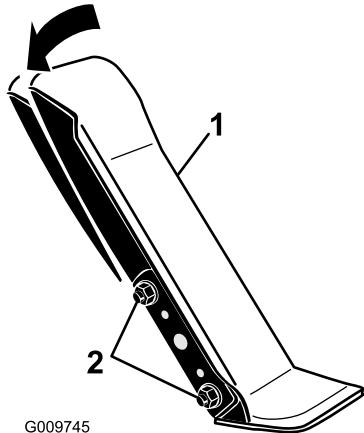

Figura 60
- Allentare i 2 dadi e bulloni che fissano il lato sinistro del pedale di trazione alla staffa (Figura 60).
- Incline il pedale nell'angolazione desiderata e stringete i dadi (Figura 60).